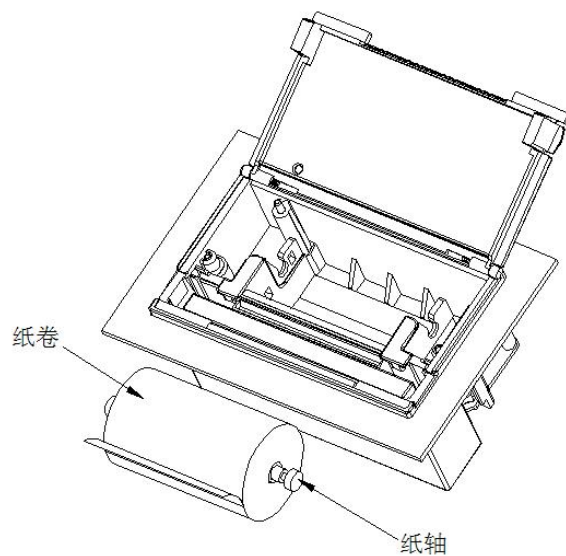

图 2-4
- (3) 将纸卷按照图 2-4 所示方向装入纸轴，捏住纸轴两端，将纸卷放入纸仓，松开纸轴后卡紧即可。